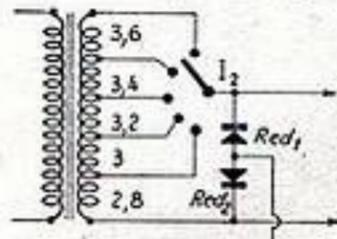

FIG. 3
Si, au contraire, on peut se procurer un transformateur avec secondaire à prises, on prévoira un secondaire de 3,6 V avec prises à 2,8 V, 3 V, 3,2 V, et 3,4 volts et on disposera un inverseur comme le montre la figure 3. Un système de quatre éléments secs, montés en pont, assure le redressement. Ces éléments sont prévus pour une tension de rupture de 4 V. Remarquons que la plupart des éléments supportent des tensions supérieures sans dommage.
b) Un second est réalisable en modifiant la tension du secondaire au moyen de L₂ dans le cas d'un transformateur avec secondaire à prises, comme celui de la figure 3.